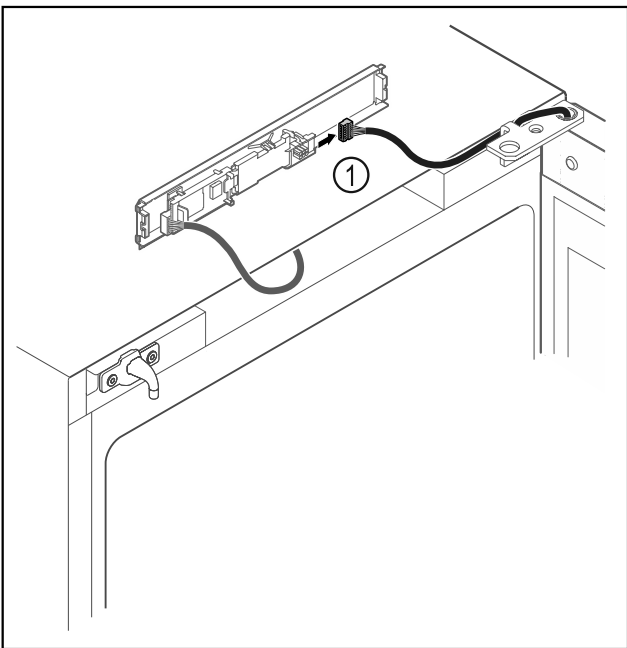

Fig. 15
- ▶ Извадете щекера Fig. 15 (1) от платката.